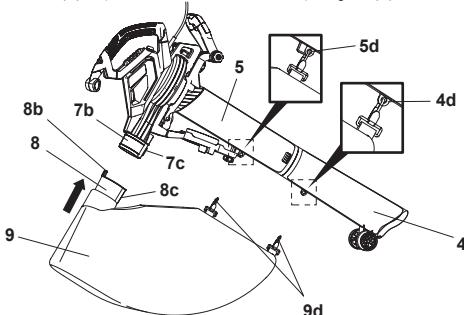

Fig. 6
- Alinhe e insira a aba (8b) do conector do saco no encaixe do saco coletor (7b) e insira-o até ao limite. Certifique-se de que o botão de bloqueio (7c) encaixa no orifício de localização (8c) (Fig. 6).
- Coloque dois clipe de fixação (9d) nos ganchos do saco (4d/5d) no tubo de aspiração inferior (4) e no tubo de aspiração superior (5).
**⚠ ATENÇÃO:** Utilize sempre o produto com o saco coletor (9) instalado ao aspirar, para se proteger dos resíduos que possam ser projetados e evitar lesões. Não utilize este produto com um saco coletor danificado ou sem ele!